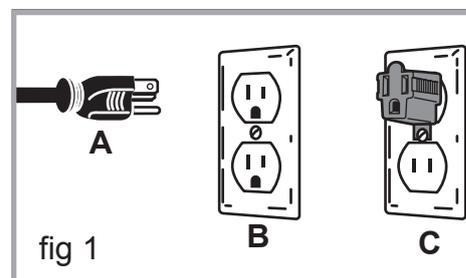

fig 1
Si un adaptateur est utilisé (C, fig 1), il doit être fixé à la vis de métal du récipient.
2. Placer l'extrémité fileté de la tige à travers le trou de montage de l'assemblage (AA, fig 1 & 2)